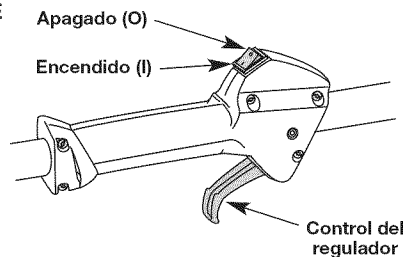

Fig. 6
NOTA: No hay necesidad de girar la unidad. Encendido/de parada el control (Fig. 6) está en la posición de trabajo siempre (1).
2. Coloque el control de encendido y apagado en posición de APAGADO (O) (Fig. 6).